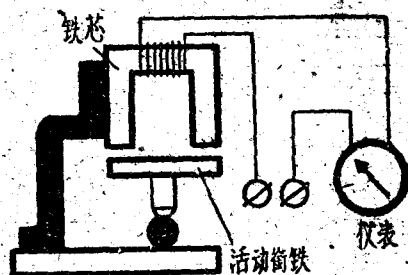

图 14
9. 电感式测微计(图14) 在一个很小的「型铁芯」上, 用很细的漆包线绕上几万圈, 并在下面放一个衔铁, 然后用弹